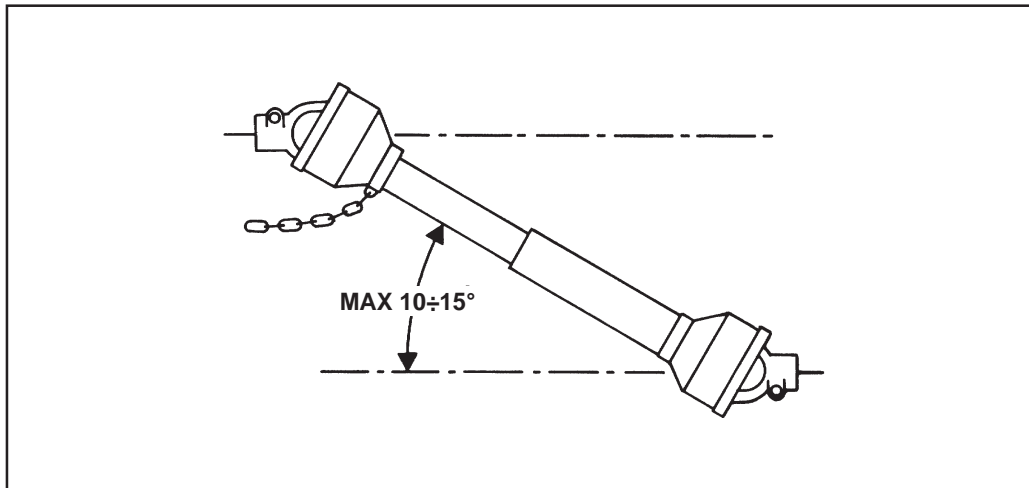

Fig. 6
- 39) Disinserire, sempre, la presa di forza quando l'albero cardanico fa un angolo troppo aperto (mai oltre i 10÷15 gradi - Fig. 6) e quando non viene usata.
- 39) Always disengage the pto when the cardan shaft is set at an excessively open angle (never beyond 10÷15 degrees - Fig. 6) and when it is not in use.
- 39) Die Zapfwelle immer ausschalten, wenn die Gelenkwelle einen zu großen Winkel einnimmt (nie über 10÷15 Grad - Abb. 6) und wenn sie nicht gebraucht wird.
- 39) Débrayez toujours la prise de force quand l'angle de l'arbre à cardans est trop ouvert (jamais plus de 10÷15 degrés Fig. 6) et lorsque vous ne devez pas l'utiliser.
- 39) Desactivar, siempre, la toma de fuerza cuando el árbol cardánico hace un ángulo demasiado abierto (nunca superar los 10÷15 grados - Fig. 6) y cuando no la usamos.